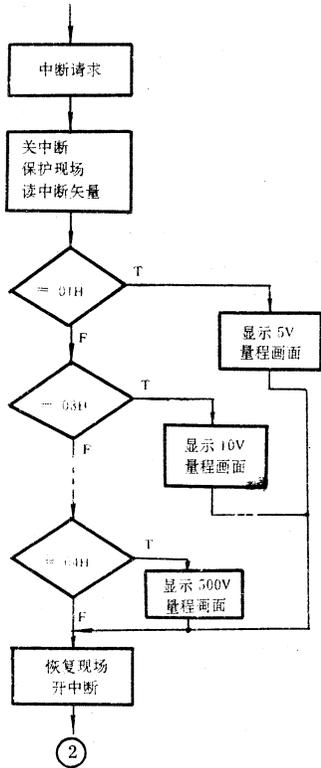

图 7 中断流程图
④中断处理部分。在系统工作时,不论程序运行到哪一个模块,只要有中断请求,立即执行中断处理程序,根据中断矢量,使座标画面显示对应的量程示值,然后转到读数据模块,启动 A/D 转换,重新在存储区首址存入数据,见图 7。